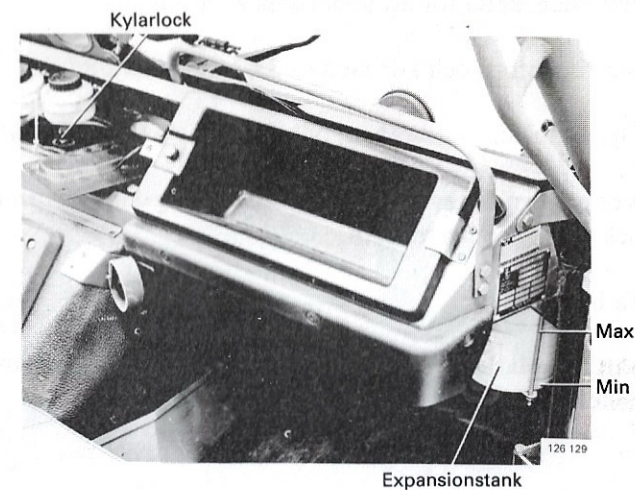

Bild 149. Påfyllning av kylvätska
2. Fyll på kylvätska genom öppningen på kylaren, bild 149.